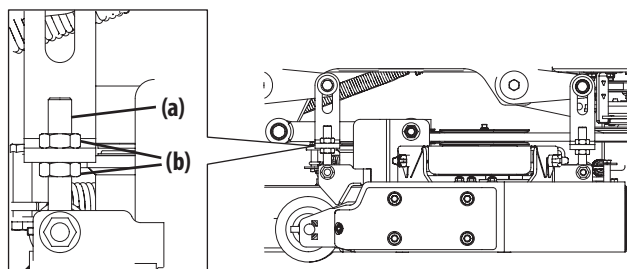

Figure 31
3. Réglez le boulon à œil (a) à l'avant gauche du plateau de coupe de manière à ce que la hauteur lame-sol à l'extrémité extérieure droite de la lame corresponde à celle de l'extrémité extérieure gauche de la lame. Pour ce faire, il faut desserrer les contre-écrous (b) sur le boulon à œil (a) et serrer le contre-écrou supérieur (b) pour lever le plateau et desserrer le contre-écrou (b) pour l'abaisser. La hauteur de l'extrémité de la lame extérieure droite est fixée par le boulon à œil avant droit (a); vous devez donc ajuster l'extrémité extérieure gauche pour qu'elle corresponde à la hauteur de l'extrémité extérieure droite (Figure 31).
3. Desserrez les contre-écrous (b) à l'arrière, à gauche et à droite des boulons à œil du plateau de coupe (a) (Figure 31).
4. Commencez par l'arrière droit pour relever l'arrière du plateau de coupe, serrez le contre-écrou supérieur (b) pour relever le plateau de coupe ou desserrez le contre-écrou supérieur (b) pour abaisser l'arrière du plateau de coupe (Figure 31).
5. Ajustez le contre-écrou (b) à l'arrière gauche pour éliminer le « jeu » de la tige filetée (Figure 31).
6. Serrez les deux contre-écrous inférieurs (b) pour fixer le réglage du plateau de coupe (Figure 31).
7. Le réglage final consiste à éliminer le « jeu » de la tringlerie arrière gauche si l'arrière du plateau de coupe est relevé, en réglant les contre-écrous (b) sur le boulon à œil (a). Desserrez les contre-écrous (b) et serrez le contre-écrou supérieur (b) pour éliminer le « jeu » (Figure 31).
8. Dans de nombreux cas, il sera nécessaire de régler la hauteur du plateau de coupe en utilisant à la fois les boulons à œil (a) et le réglage de l'inclinaison pour obtenir les hauteurs correctes entre la lame et le sol. Si vous vous souvenez que le réglage de la pointe de la lame avant droite est fixe et que vous nivelez à cette hauteur, le réglage du plateau de coupe sera simplifié (Figure 31).